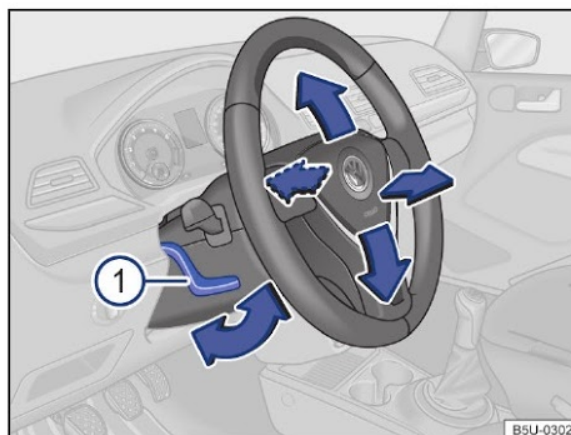

Fig. 54 Embaixo e à esquerda do volante junto com o revestimento da coluna de direção: alavanca de ajuste da posição do volante.
- Empurrar a alavanca → Fig. 54 ① para baixo e colocar o volante na posição desejada.